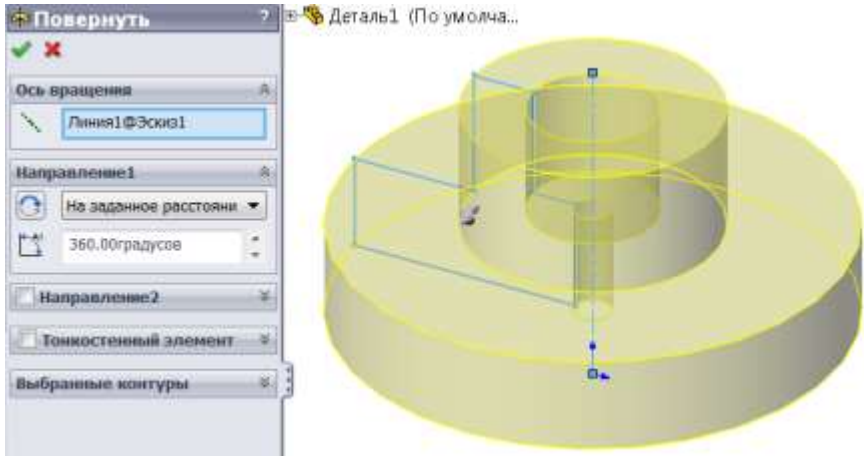

Рисунок 3 – Вікно властивостей дерева конструювання
- У вікні властивостей дерева конструювання встановіть вісь симетрії і напрямок повороту (рис. 3). Таким чином, ми отримаємо тривимірну твердотільну модель.